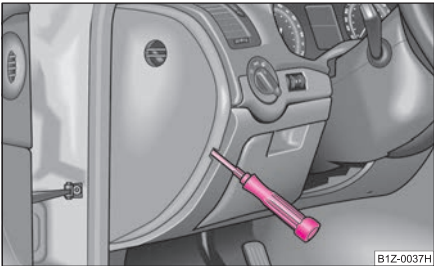

Fig. 222 Cubierto de fusibles: lado izquierdo del cuadro de instrumentos
- Retire la tapa de los fusibles en el lado del cuadro de instrumentos con ayuda de un destornillador ⇒ fig. 222, o la tapa de los fusibles en el vano motor ⇒ página 251.